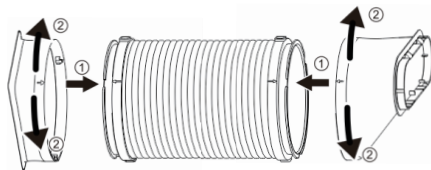

Abb. 1
- a. Richten Sie die beiden Pfeile des Schlauch-Einlasses und des Abluftschlauchs aus und drehen Sie dann den Schlaucheinlass im oder gegen den Uhrzeigersinn, um ihn einzurasten. (siehe Abb. 1)